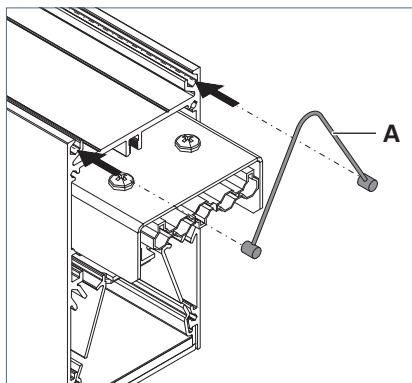

Fig. 17: Drahtseil in Leuchte einhängen.
- Führen Sie die Enden des Drahtseils **A** in die Führungen an der Oberseite der Leuchte ein, siehe Fig. 17.